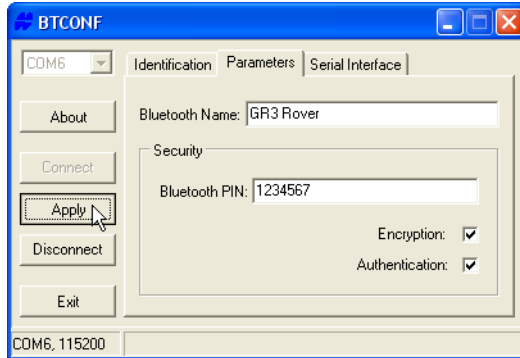

Figura 2-23. Parámetros de Seguridad de BTCONF
7. Para definir los parámetros de seguridad (Figura 2-23 en la página 2-27), ingrese y habilite las siguientes opciones, a continuación haga clic en **Apply**: